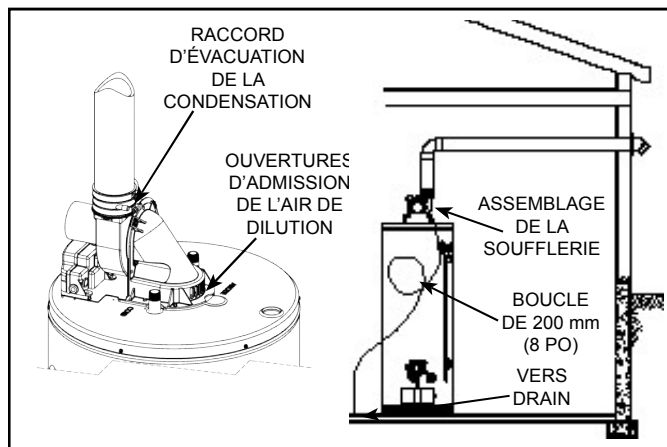

Figure 24.
1. Ce chauffe-eau à évacuation forcée est livré avec une soufflerie déjà assemblée (voir Figure 24).
Ce chauffe-eau nécessite un apport d'air de dilution tiré de la pièce où il est installé, avant que les gaz de combustion n'atteignent le conduit d'évacuation. Les orifices d'apport d'air de dilution sont situés à l'arrière de l'assemblage de la soufflerie (voir Figure 2 et Figure 24).
Ce ne sont pas toutes les installations de chauffe-eau à évacuation forcée qui génèrent de la condensation dans le conduit d'évacuation. Ce phénomène est lié aux conditions d'installation, notamment à la température et au degré d'humidité de l'emplacement d'installation, à la température et au degré d'humidité au point de décharge, à la terminaison d'évacuation elle-même, à la pente du conduit d'évacuation et au type d'utilisation du chauffe-eau. Dans certaines conditions, les installations dans un lieu non chauffé ou ayant recours à un conduit d'évacuation avec de longues portées horizontales, sont plus susceptibles de générer de la condensation. Les conduits dont une longue portée est exposée au froid produisent inévitablement de la condensation. Le conduit d'évacuation doit maintenir une pente ascendante, de la soufflerie vers sa terminaison, et l'installateur doit mettre en oeuvre un dispositif de cueillette et d'évacuation de la condensation. Si l'installation génère de la condensation, installez un collecteur de condensation formé d'une boucle de collecte d'un diamètre d'environ 200 mm (8 po), à l'aide d'un boyau de plastique de 3/8 po de diamètre. Ensuite, branchez le boyau au raccord de drainage de l'accouplement de caoutchouc de l'assemblage de la soufflerie (voir Figure 24). La boucle doit être maintenue en position verticale, comme illustré, et elle doit être au moins à moitié remplie d'eau avant la mise en marche du chauffe-eau. L'extrémité libre du boyau doit pouvoir s'égoutter à proximité d'un drain de plancher. Fixez